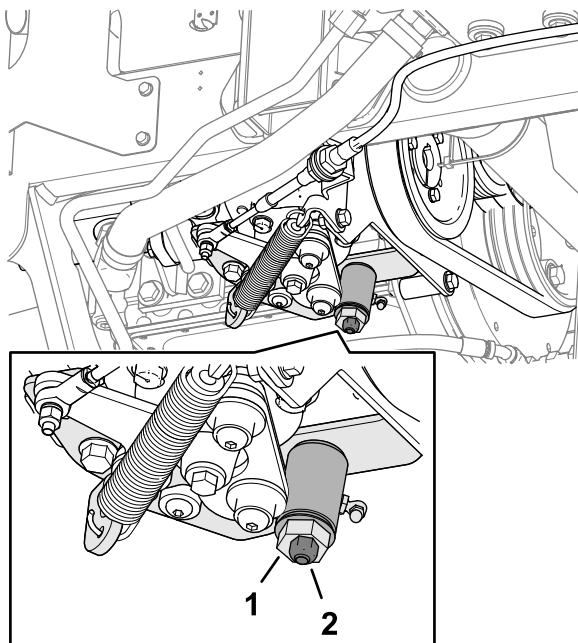

Figura 70
3. Afloje la contratuerca de la leva de ajuste de tracción (Figura 70).